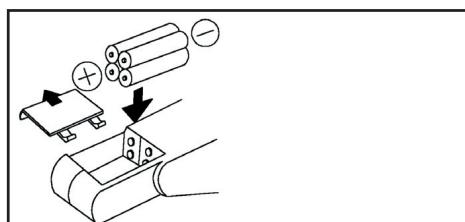

Figure 1
- Glisser le couvercle du compartiment pour piles en direction montrée dans la figure 1.